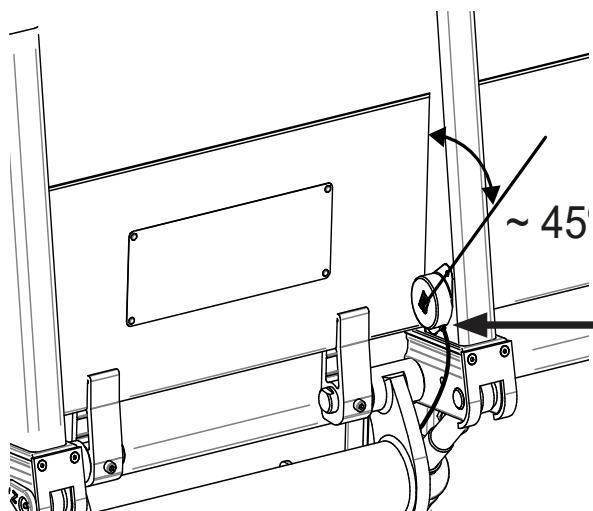

Bild 29. Montering vinkelgivaren i vinkel 45 grader och med kabelanslutning nedåt
5. Den runda vinkelgivaren ska monteras med kabeln nedåt i 45° mot plattformen. Se Bild 29. Om förborrade hål saknas, borra hål, använd Ø5,2 mm borr.
Säkerställ att givaren monteras på så sätt att dess kabelanslutning hamnar nedåt, se Bild 29.